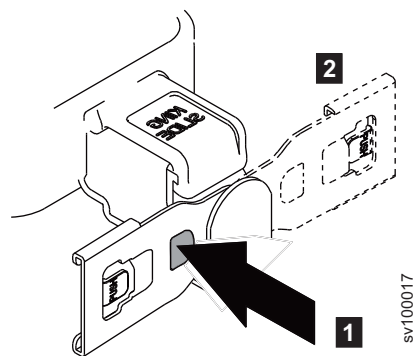

Рисунок 27. Изменение ориентации блока
- а. Нажмите кнопку с меткой "PUSH" на рис. 27 на стр. 26.